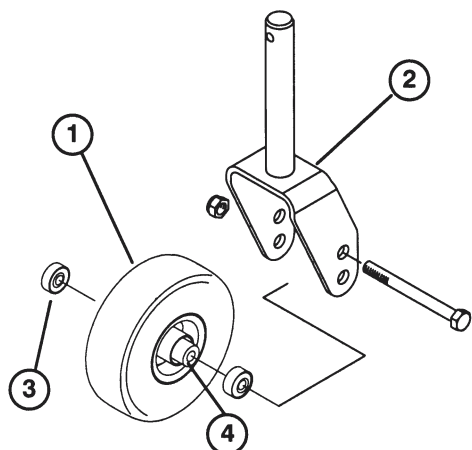
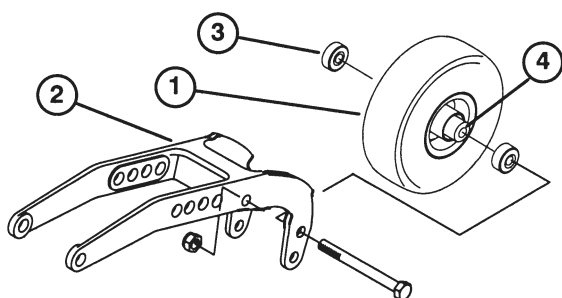

Figure 78
Figure 79
1. Enlever le contre-écrou de la vis qui fixe l'ensemble roue pivotante entre la fourche de roue avant (Fig. 78) ou le bras pivotant arrière (Fig. 79). Saisir la roue pivotante d'une main et extraire la vis de la fourche ou du bras pivotant.